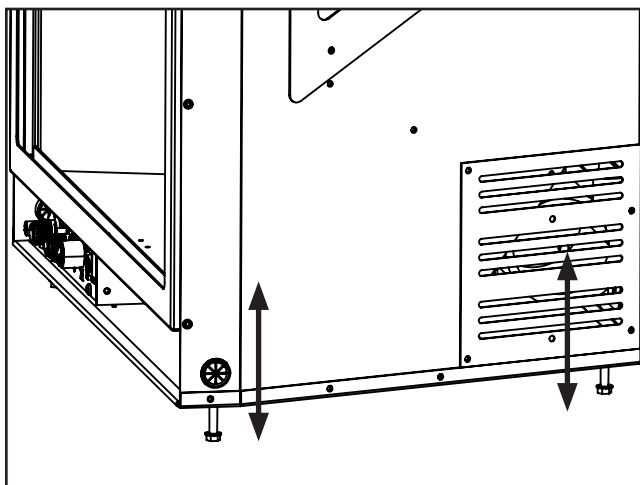

Figure 22: nivellement position des jambes
15. Réglez les pieds de nivellement pour vous assurer que l'unité est de niveau et suffisamment haute pour pouvoir installer une tablette et / ou une colonne montante. Il y a quatre pattes de mise à niveau au bas de l'unité (illustrées à la Figure 22).